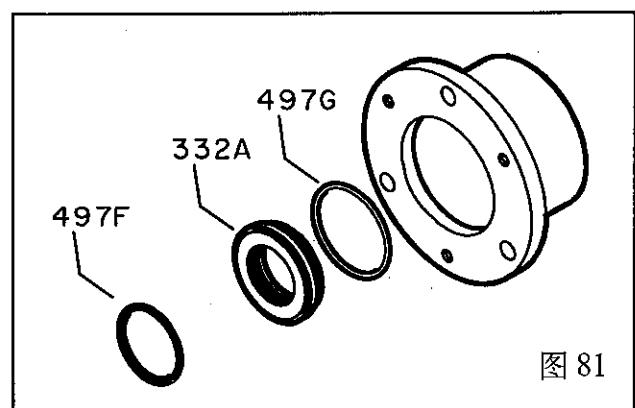

图 81
10. 从轴承座(134)上取出迷宫油封(332A)。如有必要, 取下O型圈(497F), (497G)(图81)。